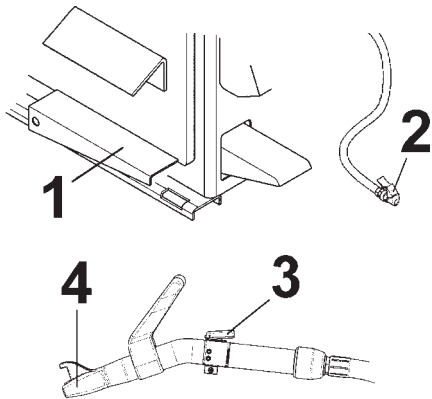
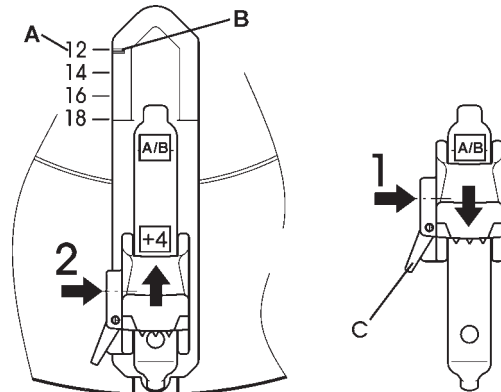

Figure 3.0-2
Fig. 3.1-1
/ 1, Fig. 3.0-2) à mi-chemin. Cela permettra d'activer la ligne de gonflage du pneu (2).
**H** Appuyer à fond sur la pédale de gonflage (1 Fig. 3.0-2) et le bouton du Bec Gicleur (3). Une grande quantité d'air est expulsée par les injecteurs (4) et les talons adhèrent au bord de la jante en permettant le successif gonflage.
**NOTE:** En même temps, l'air sort de l'extrémité du tuyau de gonflage (2) et du Bec (4).
**S'ASSURER QUE TOUS LES MORS DE BLOCAGE SONT FIXES DANS LA MEME POSITION (FIG. 3.1-1, REFERENCE 1 OU 2). LA JANTE POURRAIT SINON SE BLOQUER DE MANIERE IMPROPRE, ABIMER L'AUTOCENTREUR ET BLESSER L'OPERATEUR!**
Les diamètres de la jante sont indiqués en pouces sur l'autocentreur (**A**, Fig. 3.1-1). Le diamètre effectif paramétré (index sur le mors -**B**- situé à la hauteur de l'index sur l'autocentreur -**A**-) dépend aussi de la position des mors (**1** ou **2**, Fig. 3.1-1).
Les mors étant en position 1 (**1**, Fig. 3.1-1), le diamètre de fonctionnement est directement le diamètre indiqué par l'index (**A-B**) sur l'autocentreur.
Les mors étant en position 2 (**2**, Fig. 3.1-1), ajouter 4" à la valeur indiquée par les index pour connaître le diamètre paramétré.